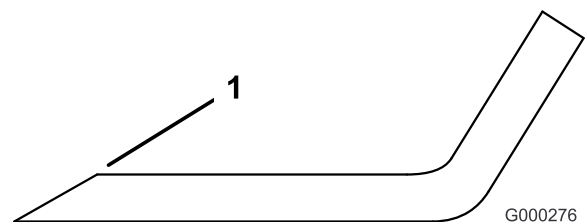

Figura 95
1. Utilice una lima para afilar el filo de corte en ambos extremos de la cuchilla (Figura 95).